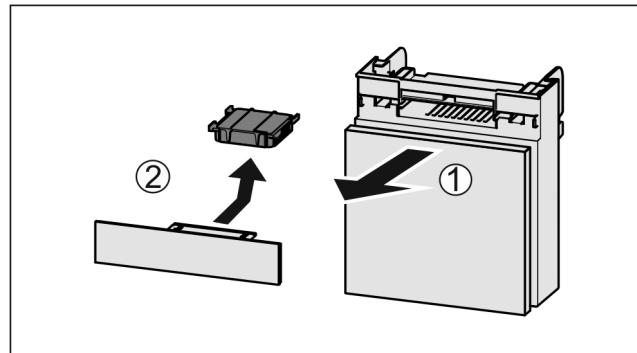

Fig. 118
- Вытянуть Fig. 118 (1) отделение движением вперед.
- Извлечение Fig. 118 (2) фильтра с активированным углем.